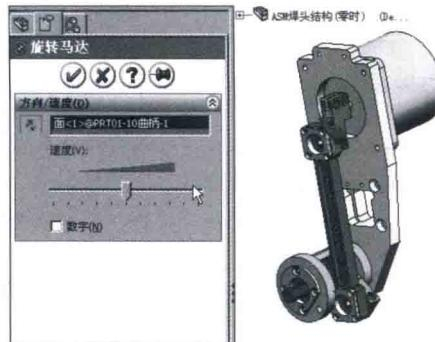

图 1-8 设置运动进行仿真
STEP05 给曲柄添加旋转马达，进行运动仿真，如图 1-8 所示，看该机构能否满足设计要求，如果还不满足要求，可以返回修改，直到满足设计要求。